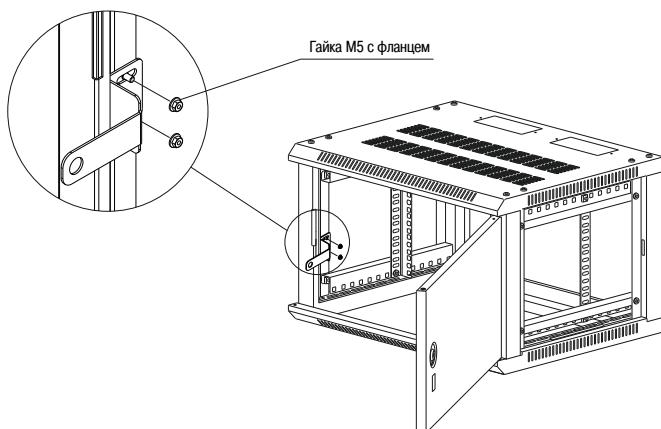

Рисунок 17
4.1 После сборки шкафа необходимо совместить посадочные отверстия проушины со шпильками на стойке так, чтобы в закрытом положении двери можно было опломбировать (рисунок 17). Зафиксируйте гайками фланцевыми M5.